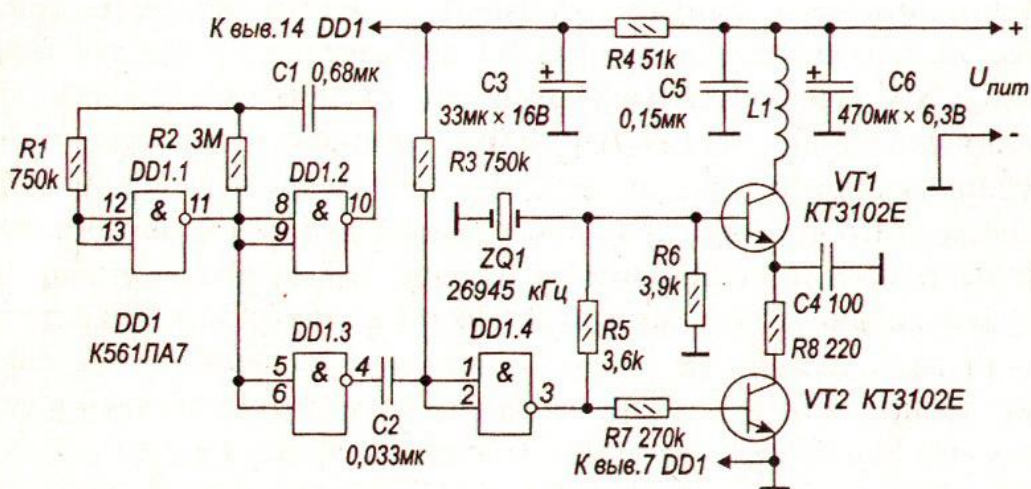

Рис. 1. Принципиальная схема микропередатчика «незабудки»
**Микромощный передатчик.** Принципиальная схема радиопередатчика «незабудки» показана на рис. 1. Режим работы высокочастотной его части (VT1, ZQ1, R5, R6, R8, C4, L1) задает устройство, включающее в себя мультивибратор (DD1.1, DD1.2, R1, R2, C1), возбуждающийся на частоте  $f \approx 1/2R_2 \times C_1 = 0,25 \dots 0,3$  Гц, и формирователь (DD1.3, DD1.4, R3, C2), трансформирующий один из фронтов меандра мультивибратора в импульс длительностью  $t_{имп} = R_3 \times C_2 = 20$  мс.